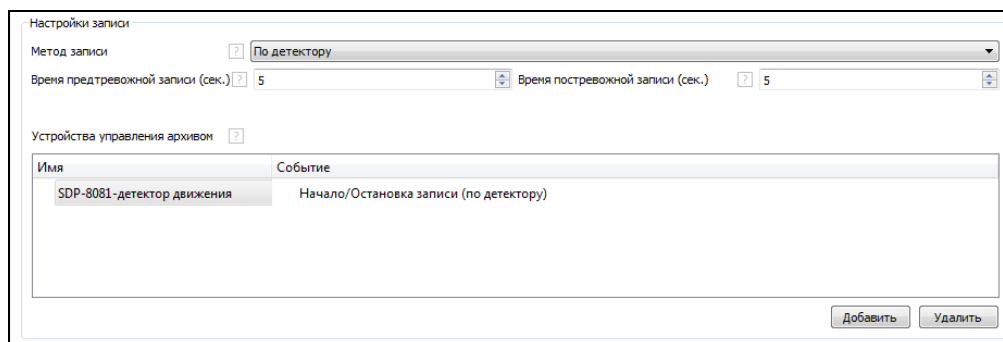

Рисунок 3.75
- алгоритм «По детектору» осуществляет запись видеоданных в случае сработки детектора (извещателя) указанного в таблице «Устройства управления архивом» (рис.3.75). Для данного алгоритма необходимо в полях «Время предтревожной записи» и «Время посттревожной записи» указать необходимые числовые значения;